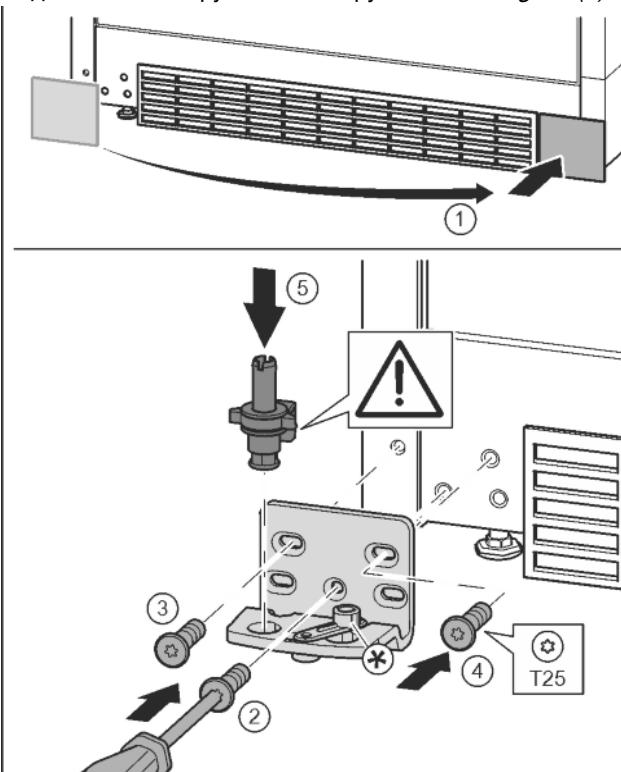

Fig. 16
- Зніміть кришку та встановіть її з іншого боку. Fig. 16 (1)
- Встановіть опорний кронштейн з іншого боку і закріпіть гвинтами за допомогою викрутки T25. Почніть із гвинта 2 знизу посередині. Fig. 16 (2)
- Закрутіть гвинти 3 та 4. Fig. 16 (3, 4)
- Вставте цілком опорний гвинт. При цьому виступ фіксатора повинен бути спрямований назад. Fig. 16 (5)